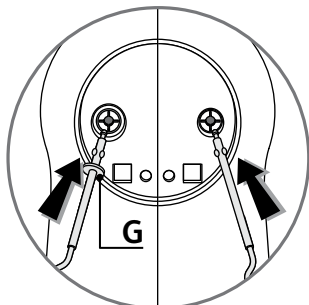

fig.1
- Insérez la tige de chaque fouet (B) ou malaxeur (D) dans les trous correspondants et verrouillez-les. Les fouets et malaxeurs ont une forme spécifique. **Le fouet ou malaxeur avec détrompeur (G) doit être placé à gauche dans le trou le plus grand (Fig.1).**
- Pour éviter la surchauffe du bloc moteur (A), ne faites pas fonctionner l'appareil plus de 5 minutes.
- Insérez la tige de chaque fouet (C) ou malaxeur (E) dans les trous correspondants et verrouillez-les. Les fouets et malaxeurs ont une forme spécifique. **Le fouet ou malaxeur avec détrompeur (G) doit être placé à gauche dans le trou le plus grand (Fig.1).**
- Placez le socle (H) sur le plan de travail :
- Insert the rod of each whisk (**B**) or dough hooks (**D**) into the corresponding holes and lock into place. **The whisks and dough hooks have a specific shape, the mixer or whisk with the marker for left whisk or dough hook (G) should be positioned to the left, in the biggest hole (Fig.1).**
- To avoid overheating of the motor unit (A), do not use the unit for more than 5 minutes.